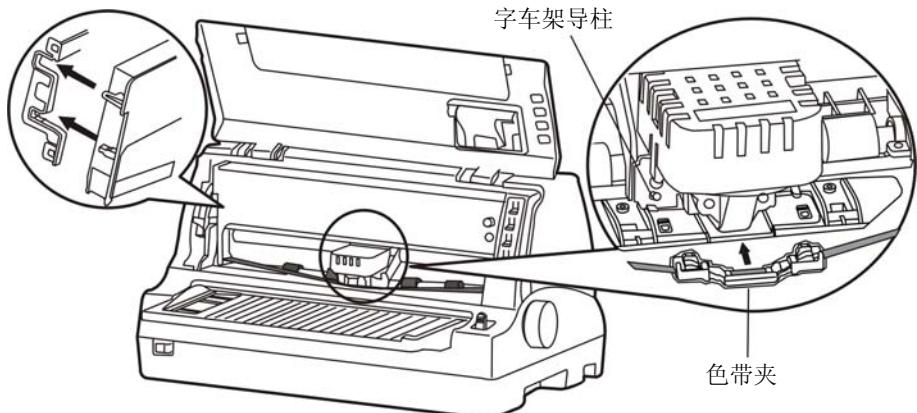

图 2-10 安装色带盒
6. 如图 2-10 所示，抓住色带盒的两边，使色带盒两边的卡扣对准打印机两侧的安装槽，稍用力向
7. 确保色带芯无皱折，再按照色带盒上箭头方向，转动色带盒旋钮，绷紧色带芯（如图 2-10 所示）